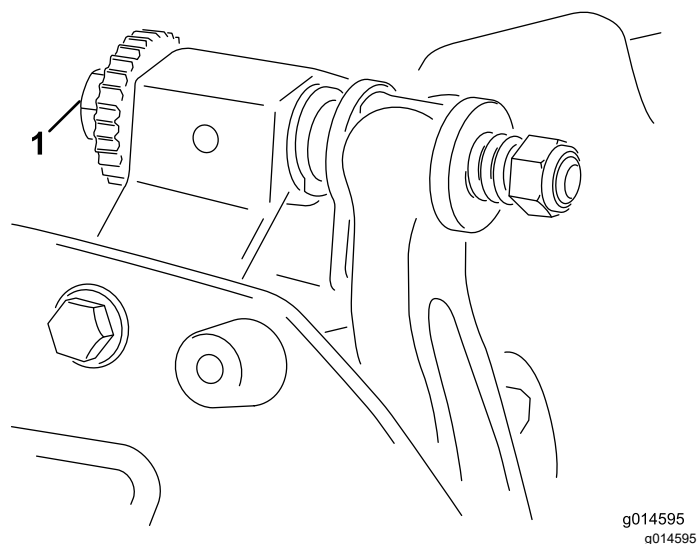

Рисунок 8
- А. Поворачивайте регулировочные винты неподвижного ножа по часовой стрелке (Рисунок 8) по одному щелчку за раз до тех пор, пока не почувствуете или не услышите легкий контакт.
6. Поворачивайте правый регулировочный винт планки неподвижного ножа (Рисунок 8) до тех пор, пока не почувствуете легкое давление на регулировочной прокладке при перемещении ее из стороны в сторону. Удалите регулировочную прокладку.